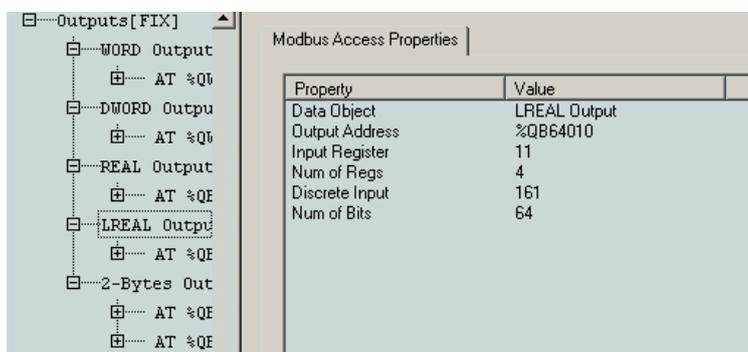
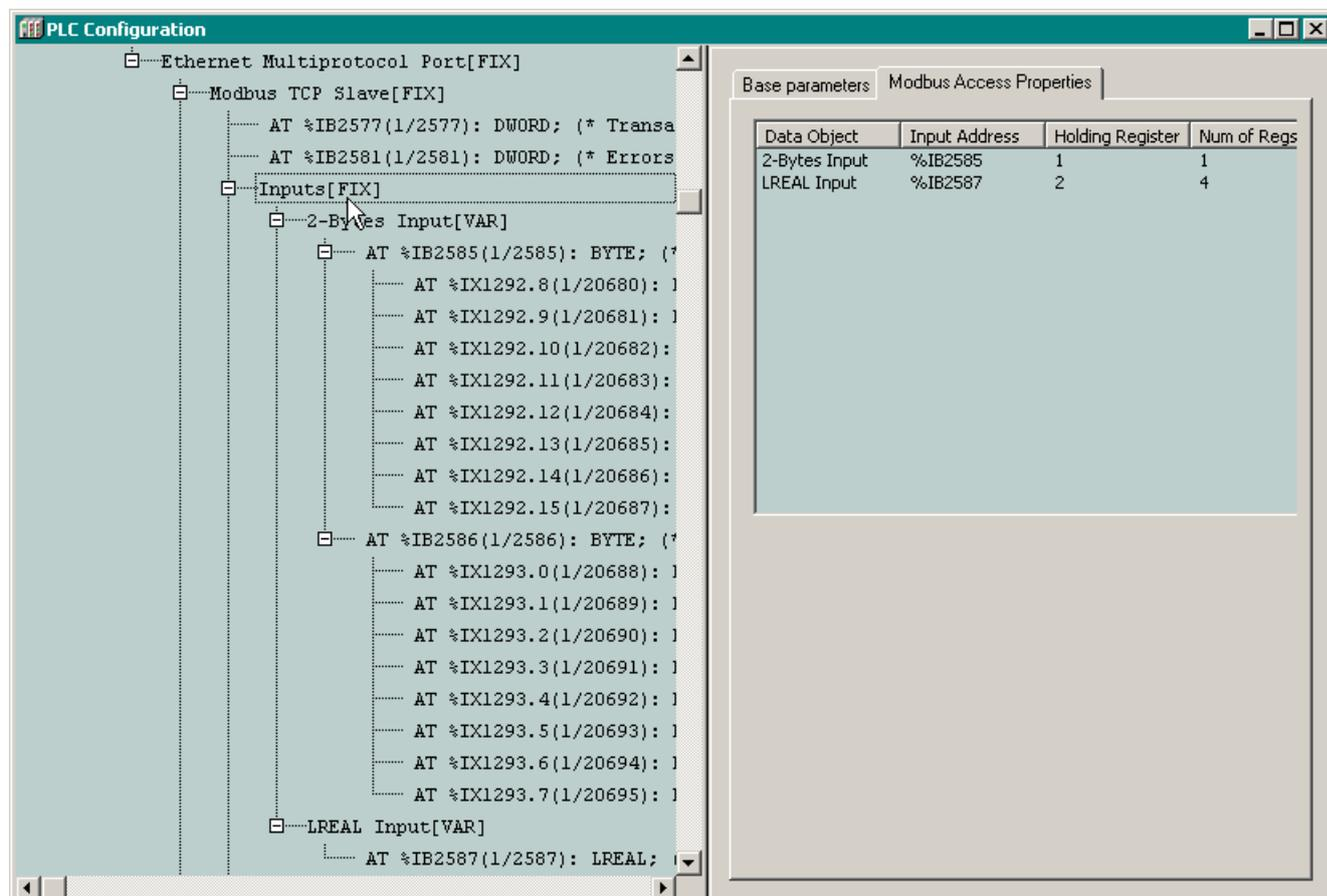

Рис. 34. Параметры доступа к объекту данных сервера MODBUS
Рис. 35. Пример конфигурации входных объектов сервера
2. Выберите элемент объекта для отображения параметров доступа к отдельному объекту, как показано на рис. 34.
Тогда в конфигурацию сервера MODBUS контроллера могут быть добавлены объекты типа *2-Bytes Input* и *LREAL Input*, как показано на рис. 35.
Адреса регистров и битовых полей в сетевых запросах к серверу MODBUS должны быть на единицу меньше отображаемых в диалоговых панелях, показанных на рис. 34 в свойствах Input Register/Dicrete Input и на рис. 35 в свойствах Holding Register/Coil.